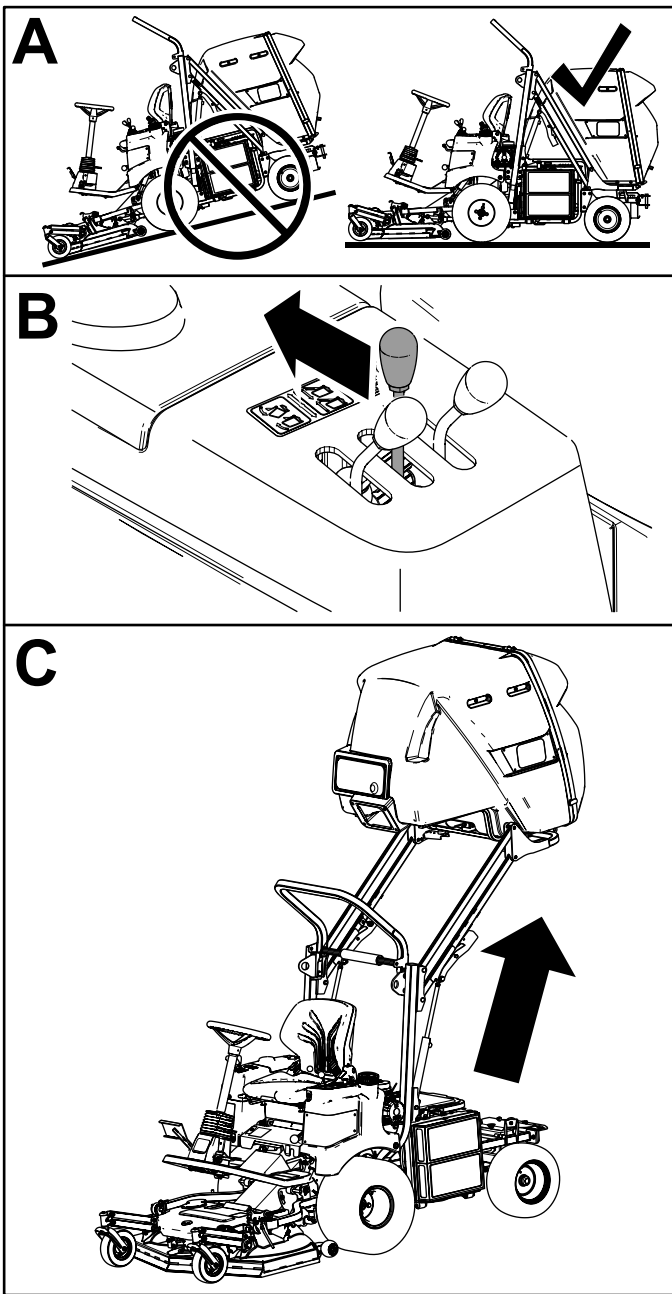

Figure 23
2. Tirez le levier de commande de la trémie en arrière pour lever la trémie (Figure 23).